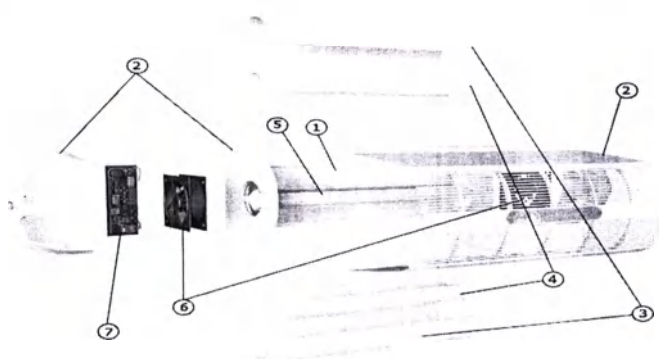

Рисунок 3.4 Конструкция установок моделей А
3.2 Конструкция установки представлена на рис. 3.4, 3.5